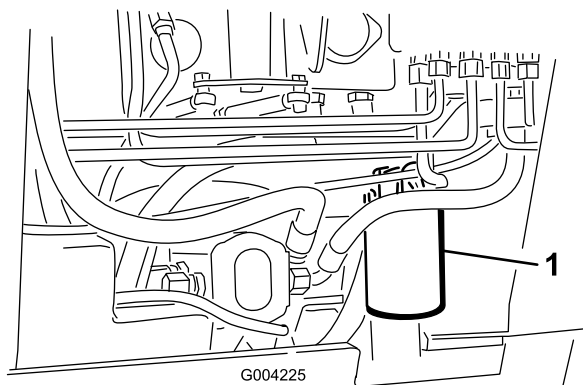

Figura 55
4. Collocate una bacinella di spurgo sotto il filtro (Figura 55).
5. Togliete il filtro usato (Figura 55) e pulite la superficie della guarnizione dell'adattatore del filtro.
7. Montate il filtro idraulico di ricambio sull'adattatore del filtro (Figura 55). Girate il filtro in senso orario finché la guarnizione di gomma non tocca l'adattatore, quindi serrate il filtro di un altro 3/4 di giro.